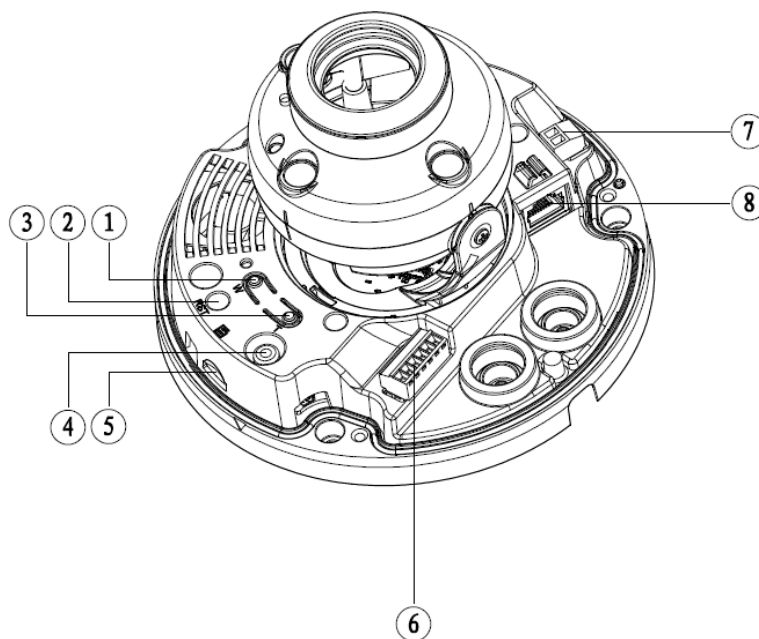

Рисунок 7.3
Откройте корпус устройства и найдите слот для карты «Micro SD». Определите направление карты «Micro SD», руководствуясь направлением, указанным на устройстве, и вставьте карту «Micro SD» в слот (рис. 7.3).
Кнопка аппаратного сброса используется для возврата к настройкам по умолчанию. Если нажать и удерживать эту кнопку в течение 5 секунд, конфигурация системы вернется к заводским настройкам (рис.7.3).
7.5 Снимите корпус с устройства и подключите соединительные провода (разъемы) в соответствии со схемой внешних подключений (рис.7.3) и соблюдением полярности. Неверное соединение может привести к повреждению и/или неправильному функционированию оборудования.